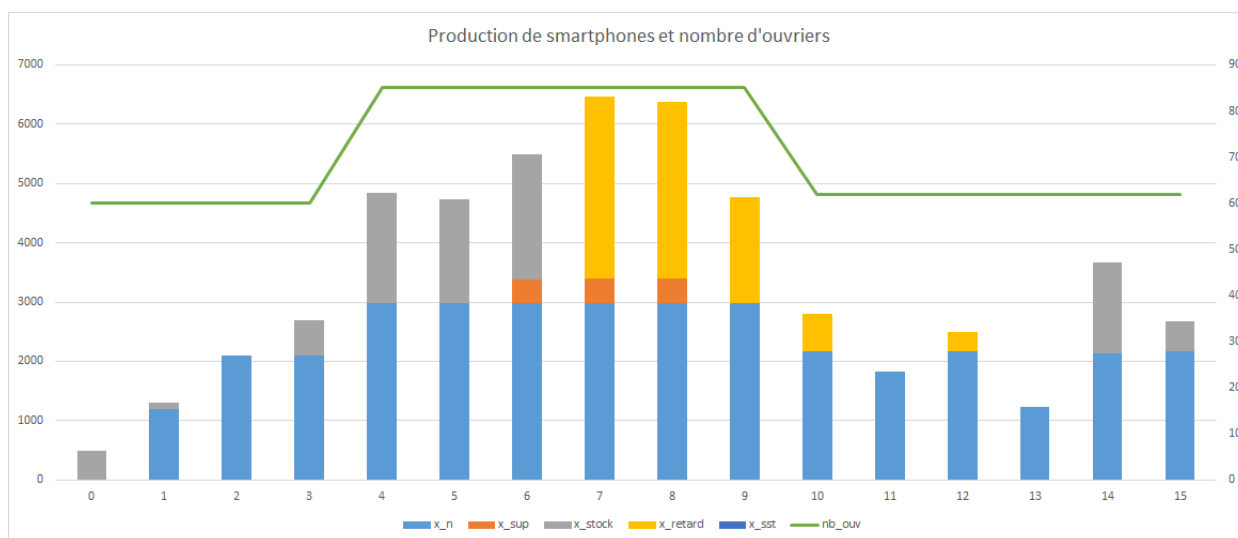

FIGURE 6 – Répartition du moyen de production des smartphones en fonction des semaines et évolution du nombre d'ouvriers dans le cas entier.
- Les résultats du modèle en variables continues sont très semblables à ceux du modèle en variables entières, présentés à la figure 6. La seule différence notable est l'utilisation de retard à la place d'ouvriers payés au salaire des heures supplémentaires lors de la huitième semaine, probablement due à la faible différence de coût entre les deux possibilités.
Les résultats obtenus sont présentés à la figure 6. On observe que la possibilité d'engager et de licencier des ouvriers est bien utilisée. La solution optimale consiste à engager 25 ouvriers pour faire face à l'important pic de demande, puis d'en licencier 23 une fois ce pic dépassé. Cette nouvelle possibilité fait apparaître 3 grande différences entre les solutions :